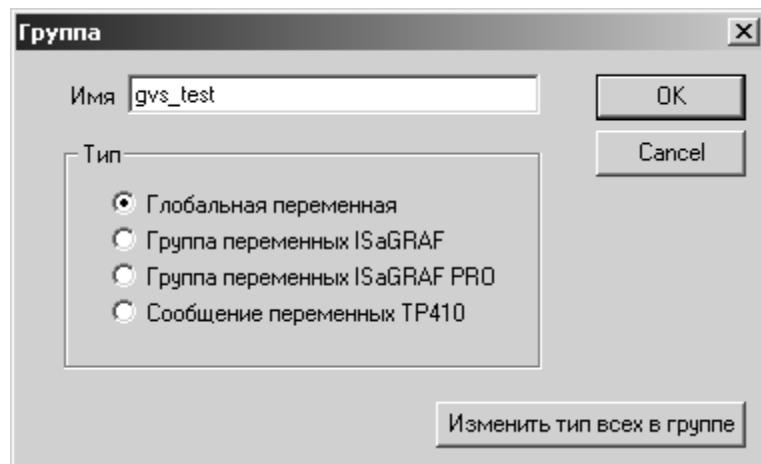

Рисунок 3.2 - Добавление группы (пример)
- д) в окне добавления группы задайте значения (см. Рисунок 3.2) и нажмите «OK»;